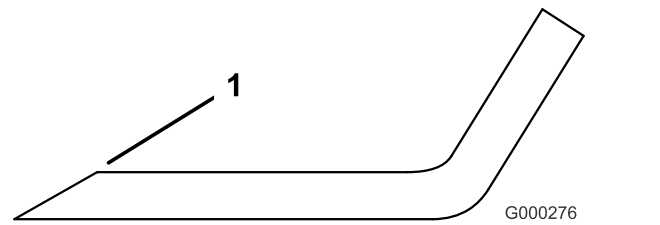

Figure 25
- Examinez les tranchants de toutes les lames et aiguisiez-les s'ils sont émoussés ou ébréchés (Figure 25).
Remarque: N'aiguissez que le haut du tranchant et conservez l'angle de coupe d'origine pour obtenir une coupe nette (Figure 25). Limez la même quantité de métal sur chacun des deux tranchants pour ne pas déséquilibrer la lame.